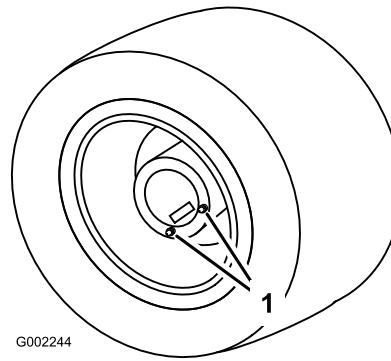

図 48
1. 平らな場所で、点検/ドレン・プラグが一番下の位置（ドレン位置）にくるようにして駐車する図 48。
3. ドレン・プラグの下に容器を置き、プラグを外す (図 48)。